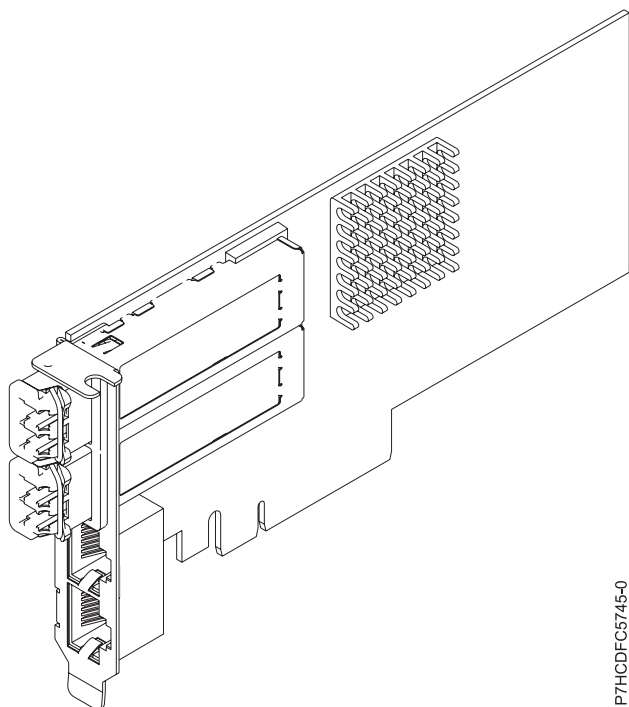

Figura 45. Adaptador FC EN0J
El adaptador de cuatro puertos suministra dos puertos SFP+ /conectables de pequeño tamaño) de 10 Gb FCoE SR y dos puertos Ethernet de 1 Gb RJ45. Los dos puertos FCoE de 10 Gb están conectados mediante conectores de tipo pequeño (LC). Cada puerto FCoE proporciona conectividad Ethernet con una velocidad de datos nominal de 10 Gbps (gigabits por segundo). Cada uno de los puertos de 1 Gb proporciona conectividad Ethernet a una velocidad de datos de 1 Gbps y está conectado con cables Ethernet. Una velocidad de datos de 10 Mb no está soportada. La Figura 45 muestra el adaptador FC EN0J.